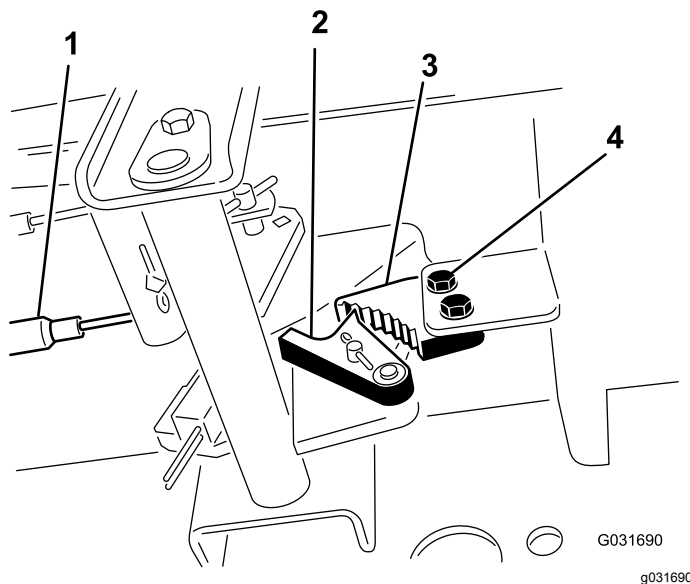

Figura 72
1. Afloje los 2 tornillos que fijan el trinquete del freno de estacionamiento al bastidor (Figura 72).
2. Pise el pedal del freno de estacionamiento hacia adelante hasta que la uña se engancha a fondo en el trinquete del freno (Figura 72).